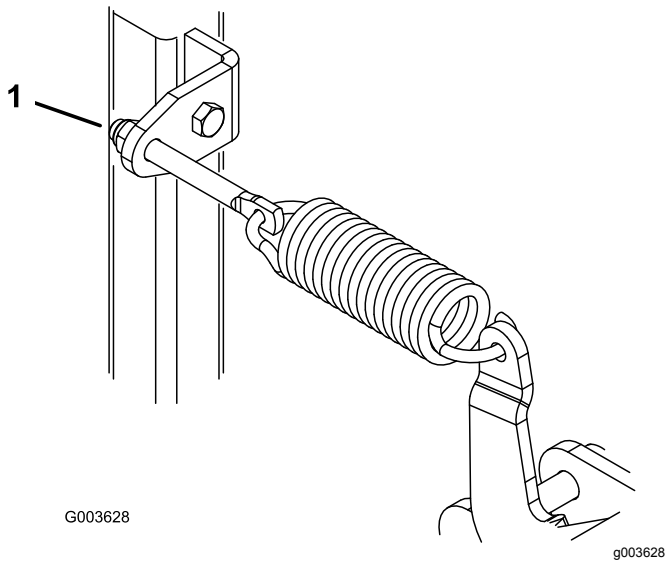

Bild 27
2. Drehen Sie die Stellmutter der Feder (Bild 27) nach rechts, um das Planierschild anzuheben, drehen Sie diese nach links, um das Planierschild abzusenken.